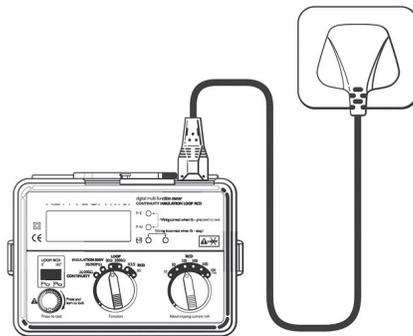

Fig 10
- Connectez le cordon de secteur (voir fig. 10 ci-dessus) à la prise IEC de l'appareil.
- Connectez le cordon de secteur (voir fig. 10) à la prise IEC de l'appareil.